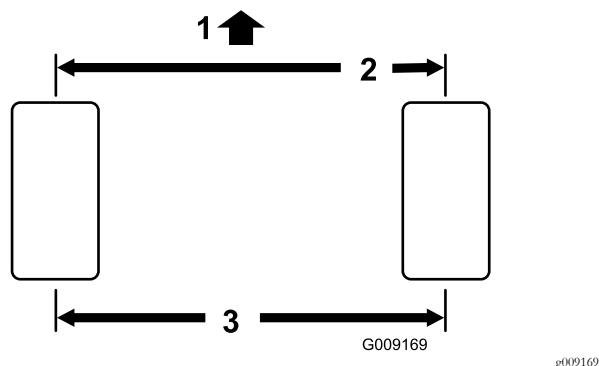

Figura 59
1. Mida la distancia entre centros (a la altura del eje) en la parte delantera y trasera de los neumáticos de dirección (Figura 59).